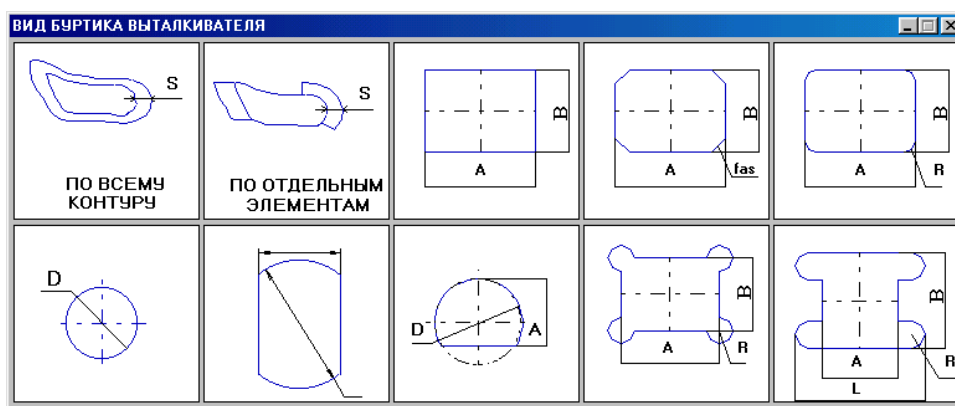

Рисунок 1.99 – Слайдове меню виду буртика виштовхувача
Надалі вибирається тип буртика (із буртиком чи ні). Якщо виштовхувач із буртиком, вказується збільшення буртика на сторону, потім зі слайдового меню (рис. 1.99) вибирається вид буртика в плані. У системі передбачено проектування по всьому контуру й по окремих елементах, крім прямокутної форми, прямокутної зі скругленнями, з фасками, круглої, круглої з однією або двома фасками.
- розкривається розділ командного меню “Установка штовхачів” (рис. 1.99);